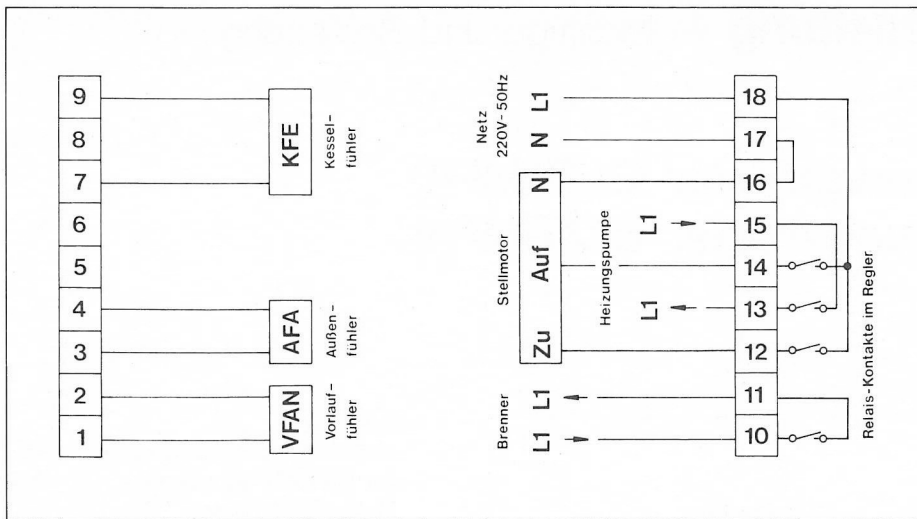

Bild 4 Anschlußschema zu 2.1.1
2.1.1 Witterungsabhängige Vorlauftemperaturregelung ohne Fernbedienung (Bild 4)